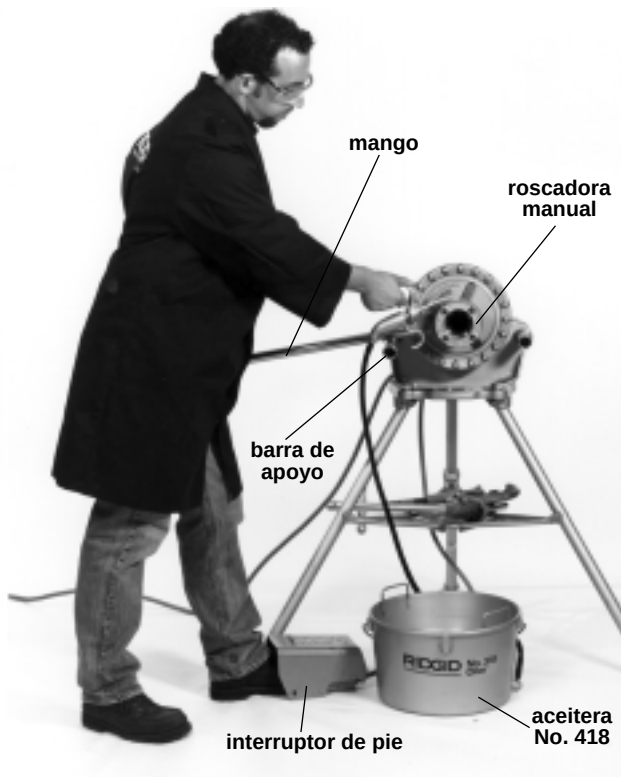

Figura 8 – Roscado con una roscadora manual
8. Sitúe el interruptor de pie donde el operador pueda controlar la máquina, herramientas y pieza de trabajo en forma segura. Como se muestra en la (Figura 8), debe permitir que el operador:
3. Adopte la postura correcta para trabajar (*Figura 8*). Así mantendrá su equilibrio y ejercerá control sobre la máquina y herramientas.
9. Retire su mano derecha de la zona del cabezal de terrajas y aceite abundantemente las terrajas mientras se rosca el tubo (*Figura 8*).